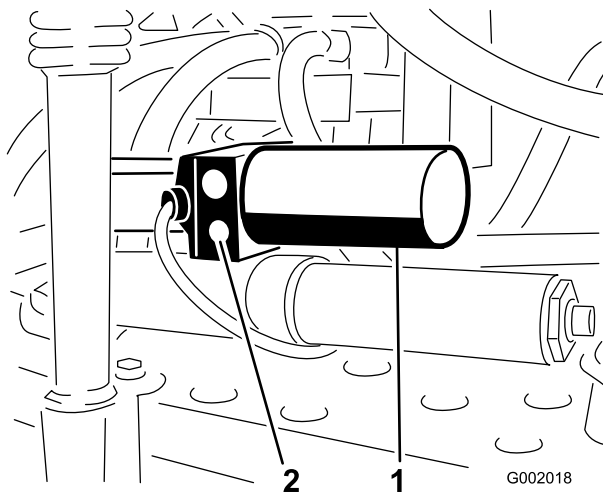

Figura 53
1. Coloque a válvula de descarga manual no accionador para cada rampa. A válvula de descarga manual é a válvula de descarga mais pequena e encontra-se num dos lados do corpo do accionador (Figura 53).